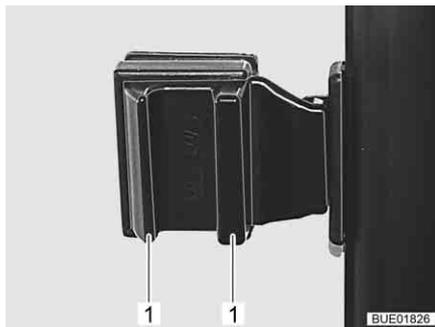

Bild 115 Schiebefenster mit Druckverriegelung
- Griffe (Bild 115,1) zusammendrücken und gedrückt halten.